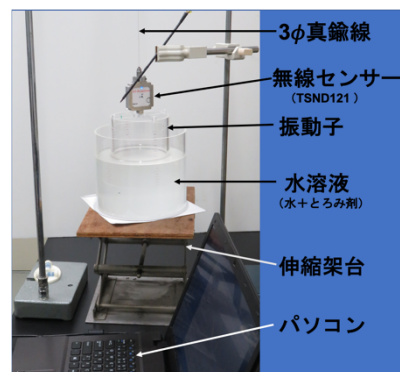

Fig.1 Experimental device
(1)の「減衰振動」は液体の粘性係数を求めるために利用され、学生実験に取り入れている実践例も多い。(1)「減衰振動」の周期運動に加えて、今回注目したのは、(2)「臨界減衰」、(3)「過減衰」の非周期運動である。そのためには、液体の粘度を高くする必要があり、我々は水に高齢者誤飲防止用の「とろみ剤」を混ぜ、その濃度を調節することで、水溶液の粘度を調節した。Fig.1 に実験装置を示す。この装置は、東京理科大学工学部の学生物理実験を参考にして、真鍮線と振動子の間に小型無線センサー(TSND121)を組み込み、角速度データをパソコンに取り込めるように改良したものである。